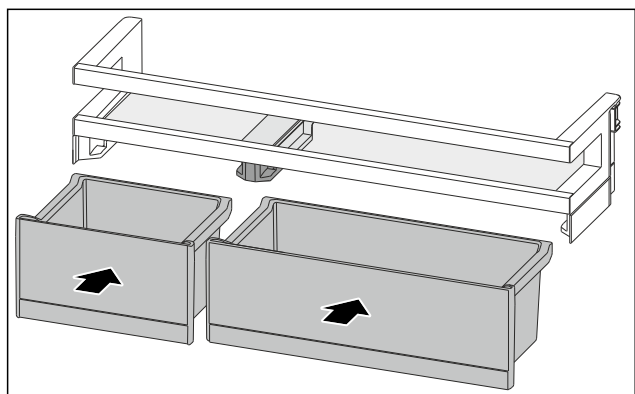

Fig. 106
- ▶ 排列互换后装入 VarioBox。(参见 Fig. 106)